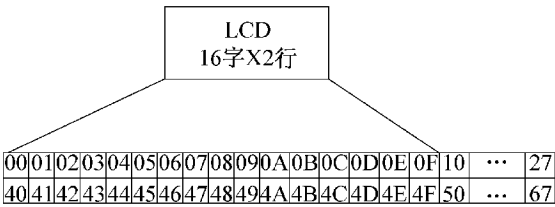

图 10-11 RAM 地址映射
2) RAM 地址映射：液晶显示模块是一个慢显示器件，所以在执行每条指令之前一定要确认模块的忙标志为低电平（表示不忙），否则此指令失效。要显示字符时要先输入显示字符地址，也就是告诉模块在哪里显示字符，1602 字符型液晶屏的内部显示地址如图 10-11 所示。